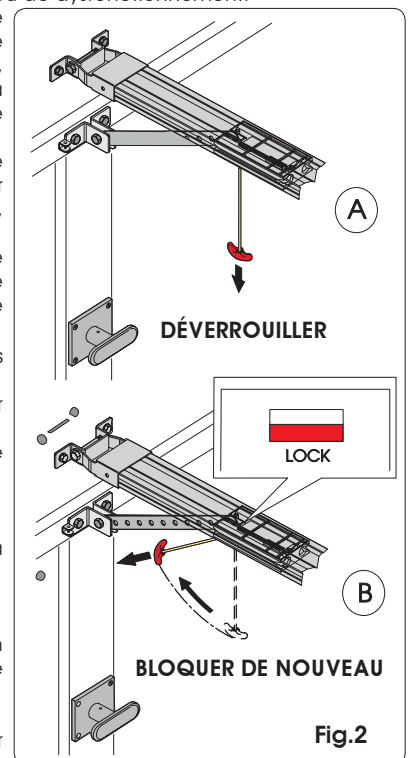

Fig. 2
- Déverrouiller l'opérateur en tirant la poignée de déverrouillage vers le bas (Fig. 2 réf. A).
- Bloquer de nouveau l'automatisme en tirant la poignée horizontalement (Fig. 2 réf. B) et s'assurer qu'à la relâchement, la fenêtre "LOCK" sous le chariot est de couleur rouge, confirmant le réarmement correct.